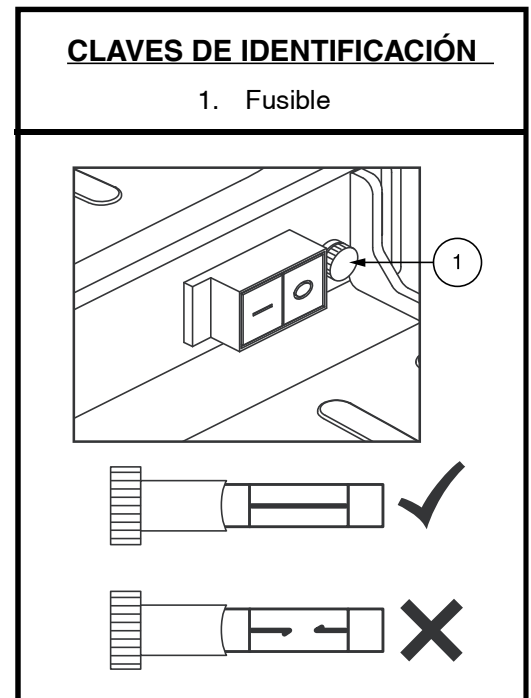

Figura 18. Reemplazo de fusibles
2. Examine el fusible en el portafusibles. Consulte la figura 18. Si se quema el fusible, debe reemplazarlo.